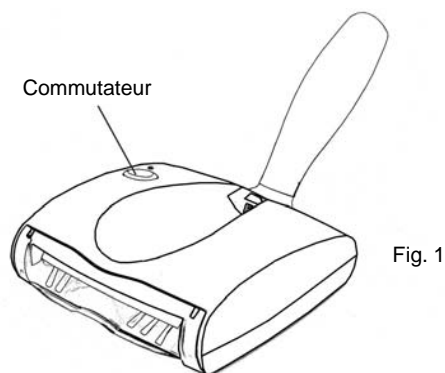

Fig. 1
2. Appuyez sur le commutateur pour mettre la balayeuse en marche. Pour l'éteindre, appuyez encore une fois sur le commutateur (fig. 1).